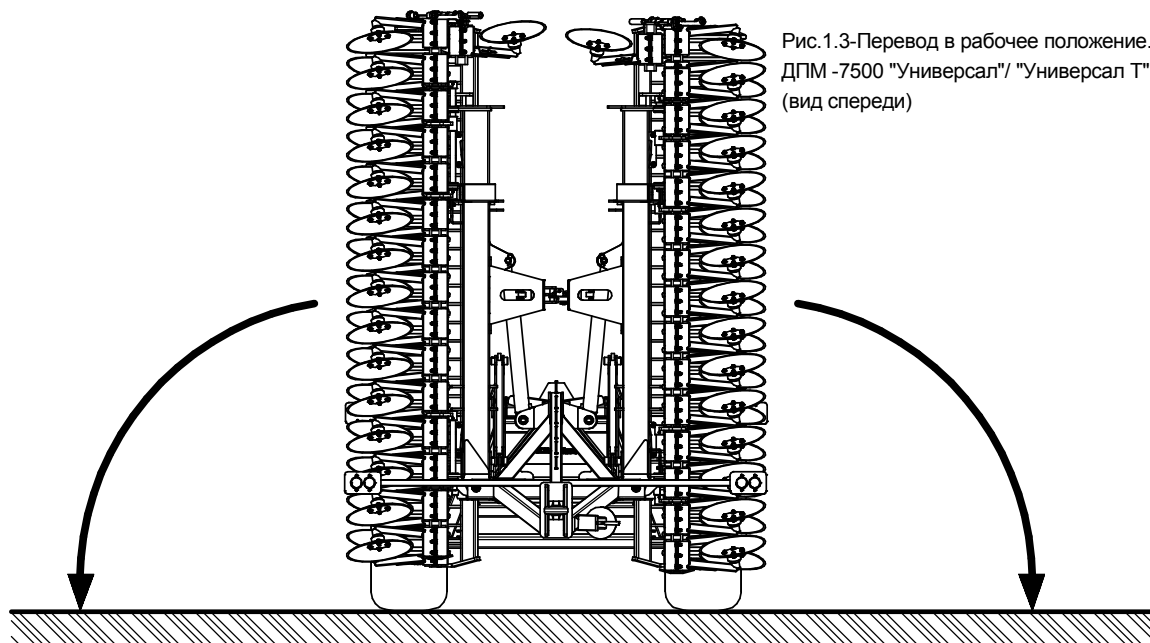

Рис.1.3-Перевод в рабочее положение.
- 4.** С помощью рычагов управления гидравлики разложите крылья (рис. 1.3) и верните прикатывающие катки в исходное положение.